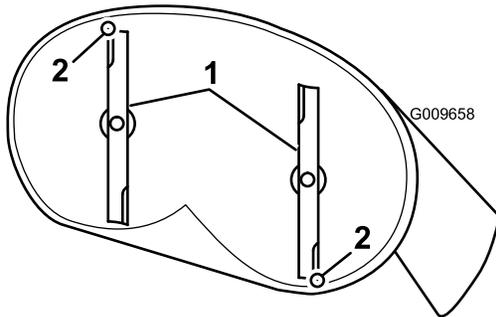
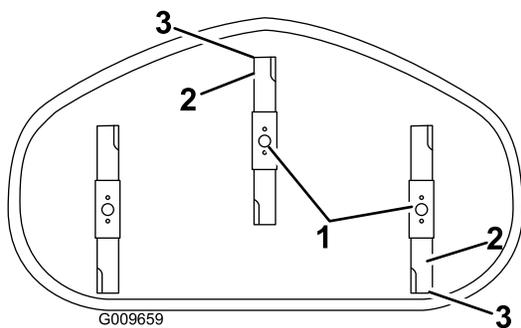

Figura 61
Figura 62
4. Gire cuidadosamente las cuchillas colocándolas en el sentido de avance de la máquina (Figura 61 y Figura 62).
5. Mida entre la punta de la cuchilla delantera y la superficie plana, y entre la punta de la cuchilla trasera y la superficie plana (Figura 61 y Figura 62).
9. Después de realizar el ajuste, compruebe de nuevo la inclinación longitudinal, y siga ajustando la tuerca hasta que la punta de la cuchilla delantera esté entre 1.6 y 7.9 mm (1/16" a 5/16") más baja que la punta de la cuchilla trasera (Figura 61 y Figura 62).